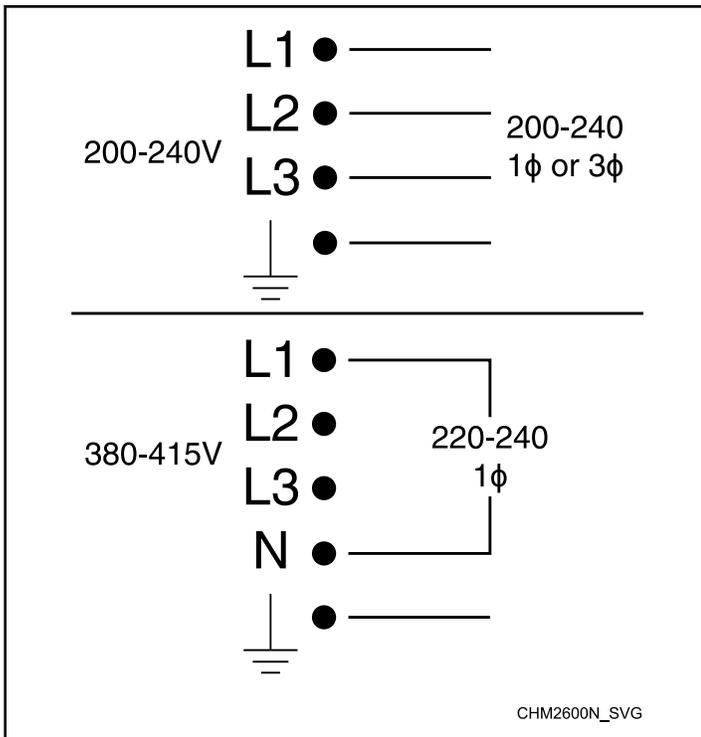

図 26
**重要:** X 電圧について - 200-240V 電源から 200-240V を給電するには、L1 および L2 を接続してください。380-415V 電源から 220-240V を給電するには、L1 および N を接続してください。図 26 を参照してください。